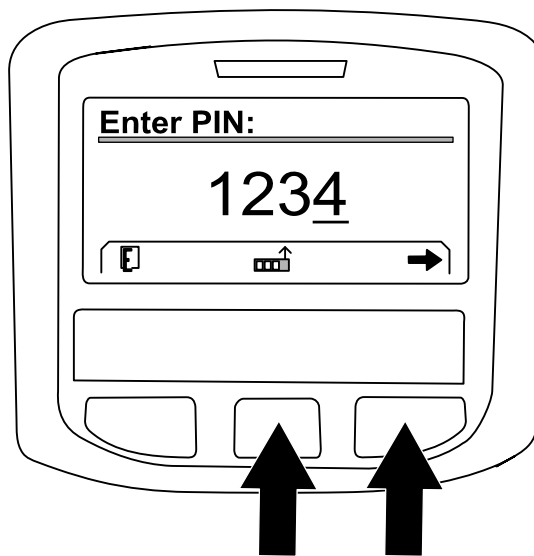
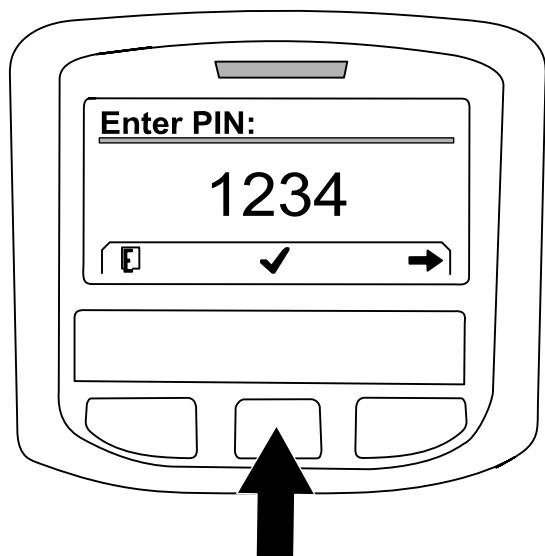

Figura 227
Figura 228
- A. Carregue no botão central como necessário para introduzir o número do código PIN da posição esquerda (Figura 227).
- B. Carregue no botão direito para navegar para a próxima posição do número do código PIN (Figura 227).
- D. Quando todos os números do código PIN tiverem sido introduzidos, pressione o botão direito (Figura 227) e, em seguida, pressione o botão central para introduzir o código PIN (Figura 228).